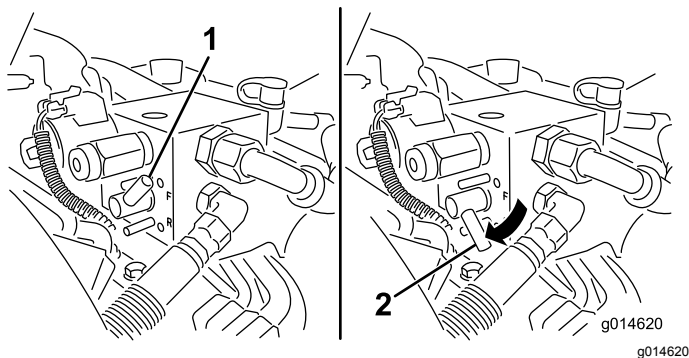

Bild 55
5. Drehen Sie den Läpphebel auf Rückwärts (R) (Bild 55).